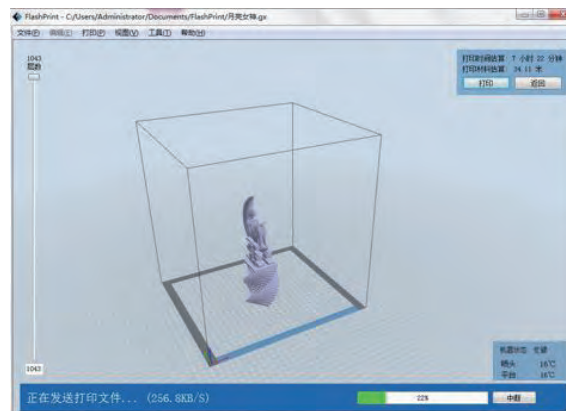
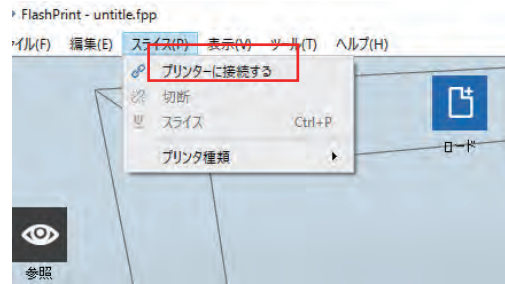
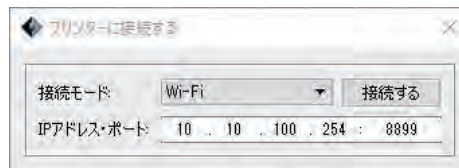

図 7-13
図7-15
図7-16
- (図 7-13) のように G コードが転送されてからプリンタは予熱モードに入り、予熱が完了したら自動的にプリントがスタートされます
- ① Inventor II を起動してプラットフォームの水平出しとフィラメントがロードされていることを確認しましょう。
- ② (図7-15) のようにメニューから「スライス」-「プリンタに接続する」を選択して (図7-16) のように接続モードをWi-Fiを選択するとその下にIPアドレスの入力欄が表示されます。IPアドレスはInventor II 本体のタッチパネルで表示されるIPアドレスを参照して入力し、接続をクリックします。